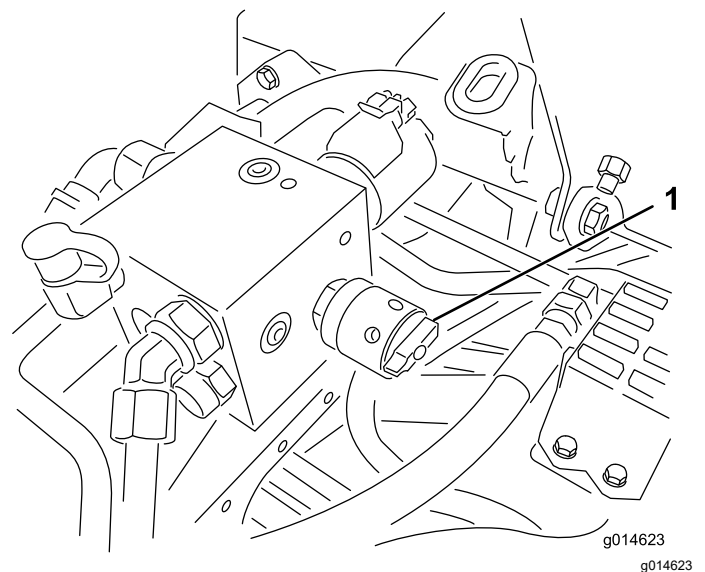

Figure 54
- Tournez la commande de vitesse des cylindres à la position 1 (Figure 54).
4. Pour régler la vitesse des cylindres, tournez le bouton (Figure 54) jusqu'à ce que les flèches soient en face de la valeur déterminée à l'opération 3.